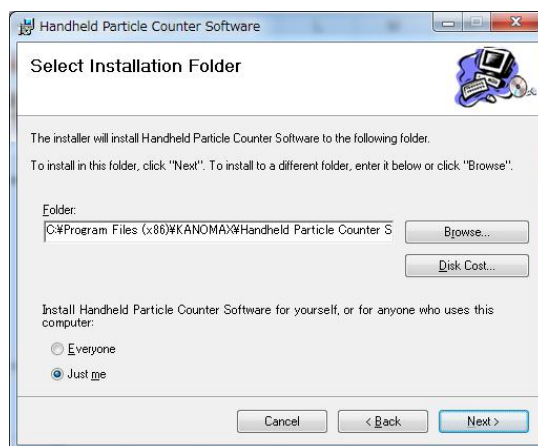

Figura 2-2
2) Hacer clic en el botón Siguiente (Next) para visualizar el cuadro de diálogo como se muestra en la Figura 2-2 más abajo. Para instalarlo en una carpeta diferente, escriba en el espacio designado o haga clic en “Navegar” (Browse):